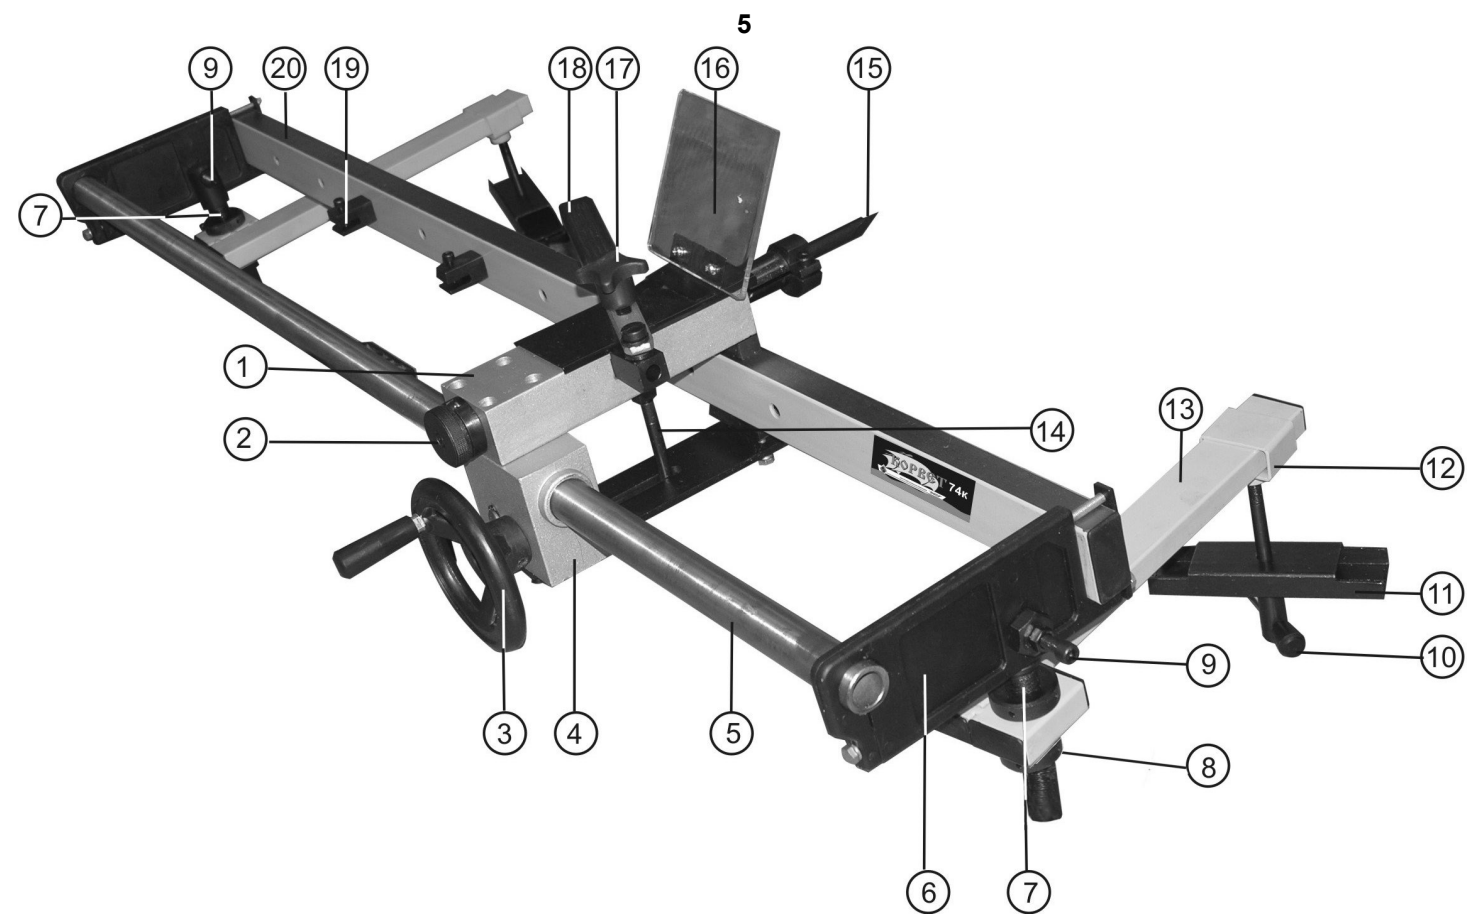

Рис.2
8. ПРИНЦИП РАБОТЫ (Рис.2)
5.1. Элементы приспособления показаны на Рис.2.
6. СБОРКА (Рис.2)
- 6.1.7. Установите защитный экран (16) с помощью двух винтов на каретку (1) приспособления.
7. РЕГУЛИРОВКА (Рис.2)